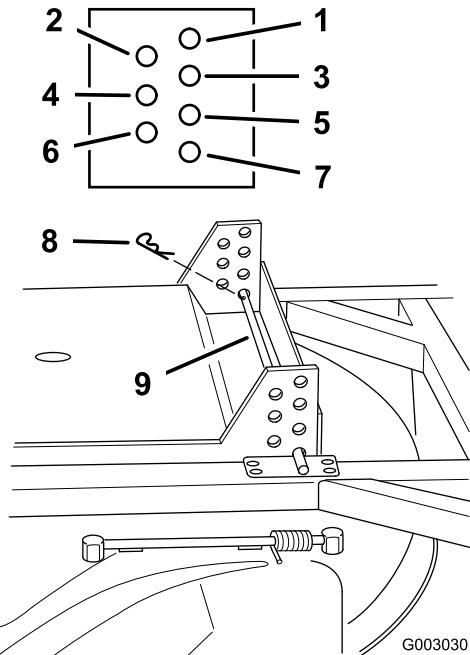

Figura 20
2. Retire los pasadores de horquilla y cambie las posición de las varillas de soporte en los taladros de los soportes de cada esquina del cortacésped (Figura 20).